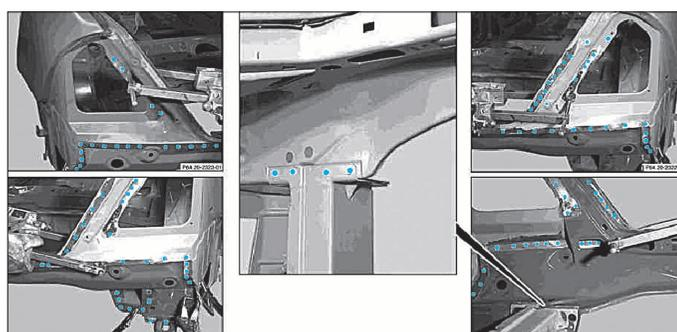

FIG. 92
- Souder à la pointeuse électrique par résistance par points la jupe AR sur la caisse (Fig.92).